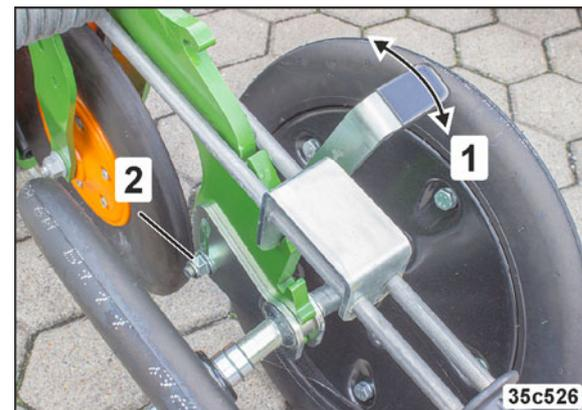

Fig. 181
6. Die Achse durch Verstellen des Hebels (Fig. 181/1) verdrehen.
7. Sichern Sie die Hebelstellung mit der Schraube (Fig. 181/2).